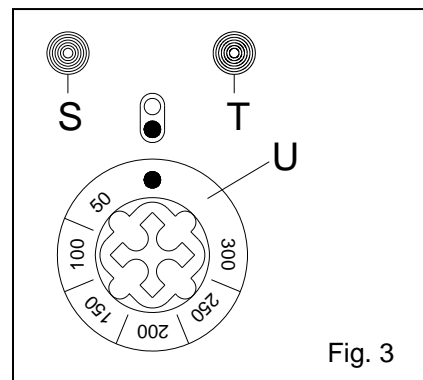

Fig. 3
- **FONCTIONNEMENT** (Fig. 3):